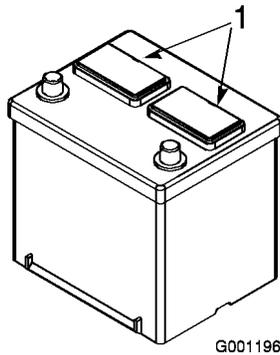

Figura 8
2. Pulite la parte superiore della batteria e togliete i tappi di sfiato (Figura 8).